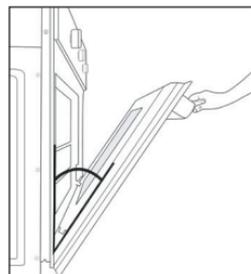

Fig. 22
- Coloque la puerta en posición semi-abierta con un ángulo aproximado de 45°, ver fig 22.